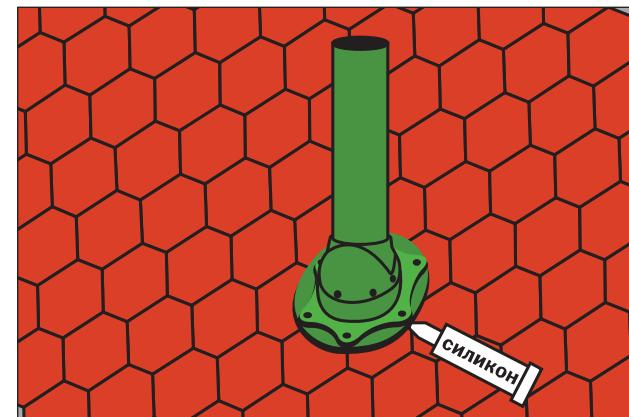

Рис. 27
- соединение промазывают силиконом (рис. 27);